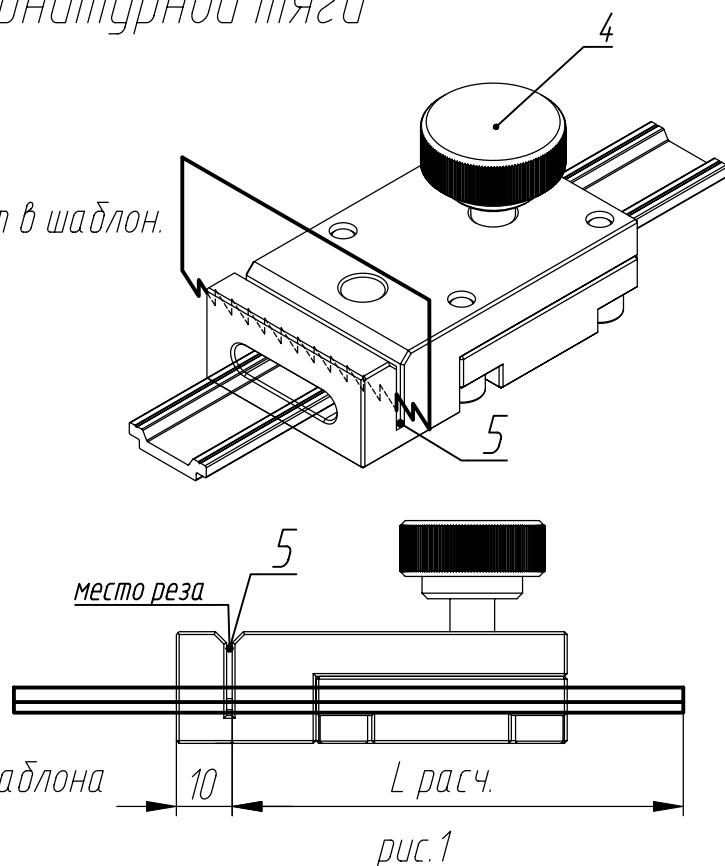

рис. 1
1. Открутить прижимной барашек (4).
2. Поднять язычок (3), тяга свободно заходит в шаблон.
3. Завести в шаблон размеченную тягу в соответствии с местом реза ($L_{расч.} + 10$ мм, рис. 1)
4. Закрутить прижимной барашек (4)
5. Завести в паз (5) ножовочное полотно и отрезать тягу.
6. Открутить барашек (4), извлечь тягу из шаблона